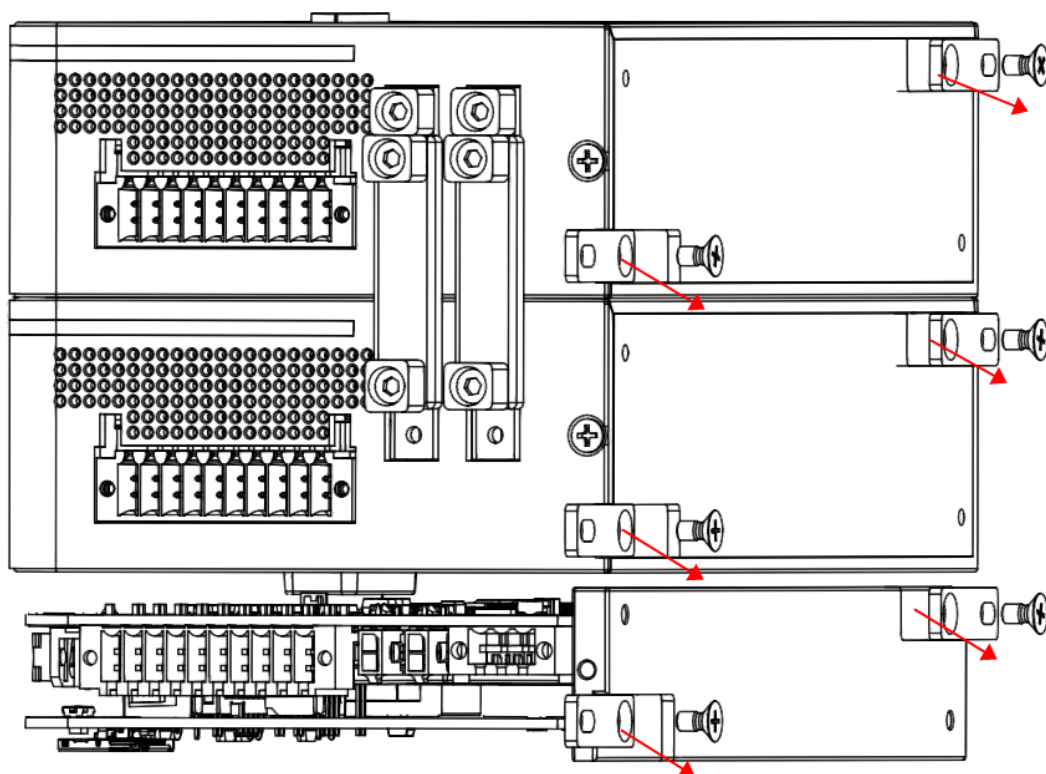

图 4-8 拆卸控制器连接件的螺钉
**步骤4** 使用 2.5 号扳手拆卸固定控制器的螺钉，如图 4-8 所示。